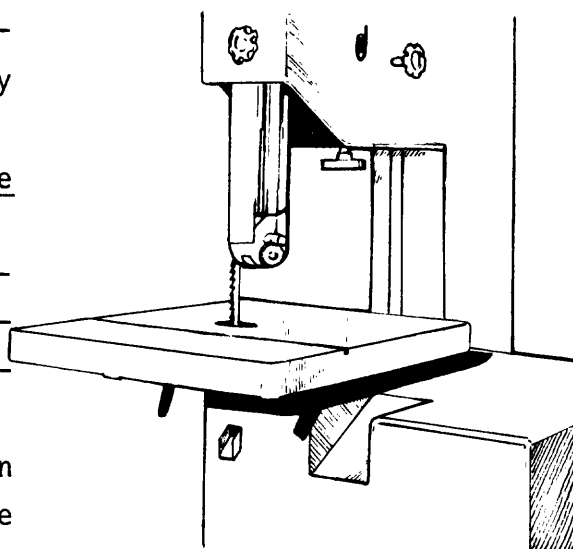

Fig. 2
- b Afloje el tensor (fig. 2).